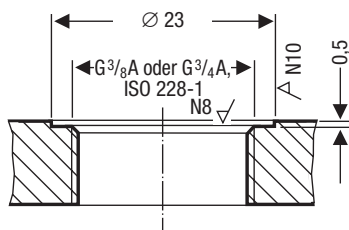

Fig. 3
- Die Dichtflächen vom Gewindestutzen oder Flanschdeckel müssen gemäß **Fig. 3** technisch einwandfrei bearbeitet sein!
4. Dichtflächen prüfen. **Fig. 3**
5. Beiliegenden Dichtring **②** auf die Dichtfläche des Gewindestutzens oder des Flanschdeckels legen. **Fig. 3**
6. Elektrodengewinde **③** mit einer geringen Menge temperaturbeständigem Siliconfett bestreichen (z.B. WINIX® 2150).